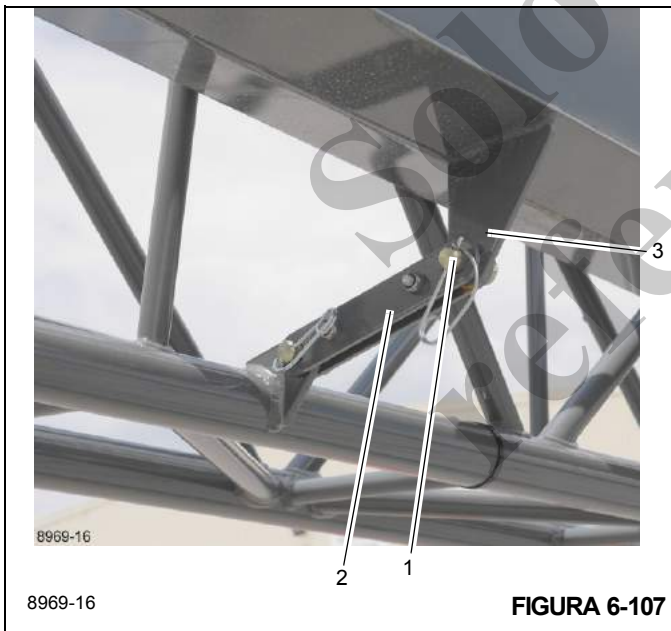

FIGURA 6-107
18. Retire la pinza de retención del pasador (1, Figura 6-107) y retire el pasador de la barra de bloqueo (2) y la extensión de extremo (3). Inserte el pasador en la barra de bloqueo y asegure con la pinza de retención.